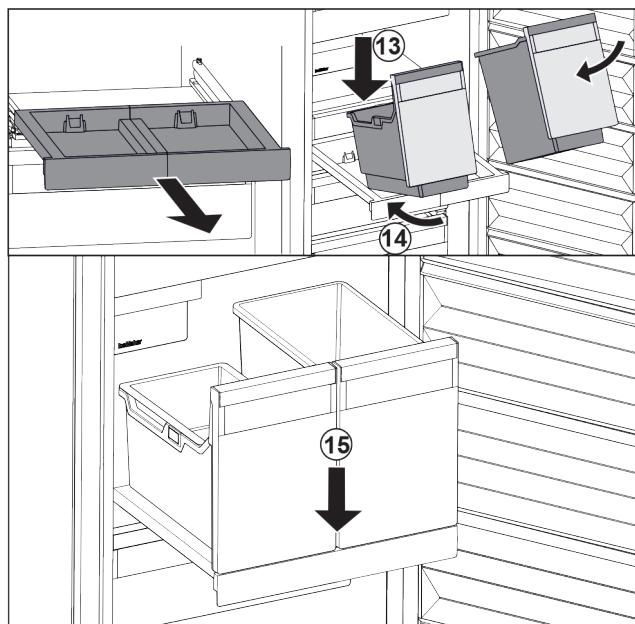

Fig. 95
- Nasadte nádobu šikmo na vysouvací desku. Fig. 95 (13)
- Zasuňte nádobu šikmo dozadu. Fig. 95 (14)
- Usaďte vpředu nádobu. Fig. 95 (15)